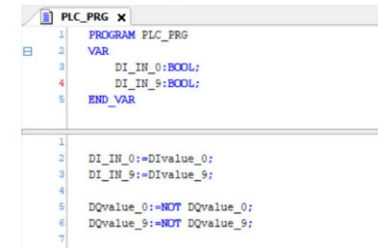

图 6 代码编写
- 4) 采用 ST 编程语言进行编程, 在“Application”的“PLC_PRG”里编写代码。代码实现的功能是把 EC400-DI16 的 0、9 通道读进来的值赋值给变量 DI_IN_0、DI_IN_9, 给 EC400-DQ16S 的 0、9 通道写输出值。(硬件上 EC400-DQ16S 的输出端子 0,9 接入到 EC400-DI16 的输入端子 0,9), 如图 6。